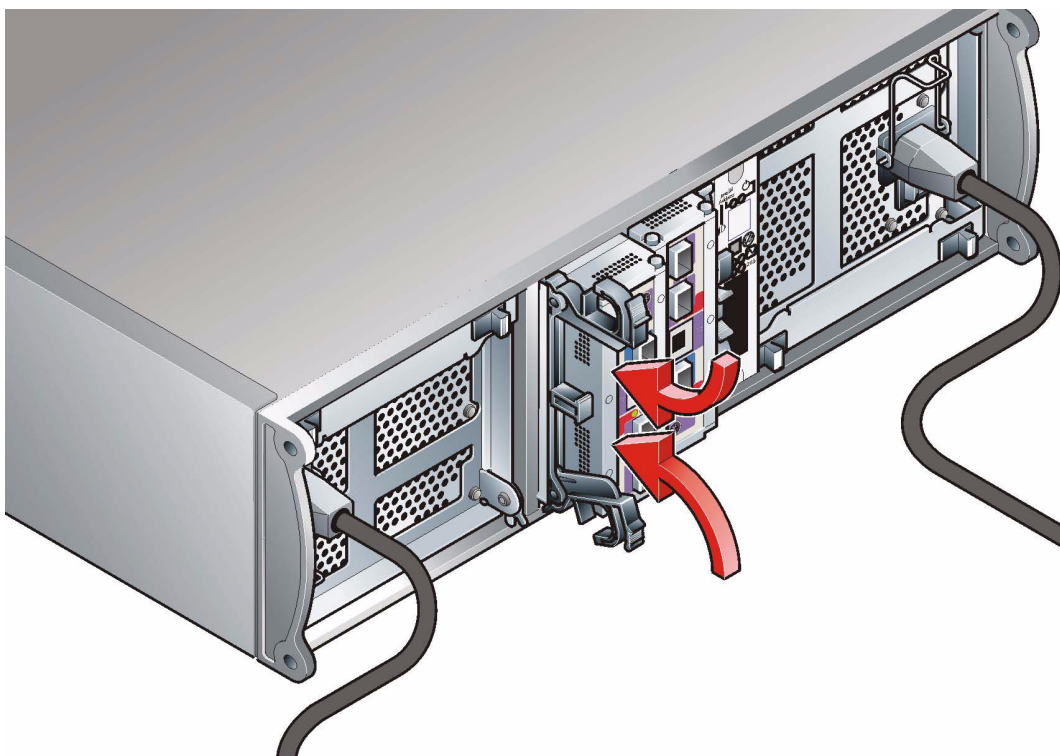

Abbildung 2-12 Installieren eines E/A-Moduls
- 3 Rasten Sie das Modul ein, indem Sie den Riegel manuell schließen (siehe Abbildung 2-12).